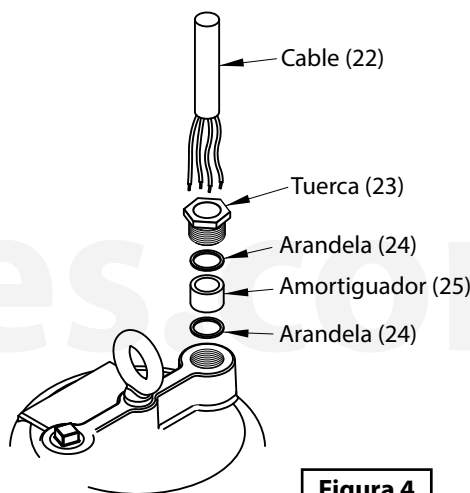

Figura 4
8. **En modelos 3SE (1.5 - 2 HP, 3 fases)**, Coloque la tuerca (23), las arandela (24) y un amortiguador (25) en el cable (22) y deslice el cable a través del orificio de la cubierta del motor (4), vea la figura 4. Conecte los cables en las terminales, vea la figura 5.
9. **En modelos 3SE (1.5, 2 y 3 HP, 1 fase)**, coloque todos los cables por encima del motor. Coloque el empaque (18) en la placa de sello (3) y baje la cubierta del motor (4) en la placa de sello (3).
10. Coloque los tornillos socket (17) a través de la placa de sello en la cubierta del motor y apriete con un torque de 60 lbs-plg.